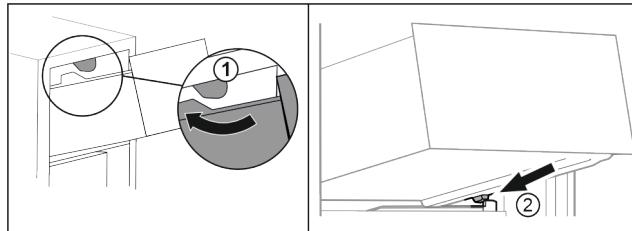

Fig. 83
- Umetnite ladicu oko gornjih zaustavljača. Fig. 83 (1)
- Stavite ladicu ukoso iza donjih zaustavljača na žlijeb spremnika. Fig. 83 (2)